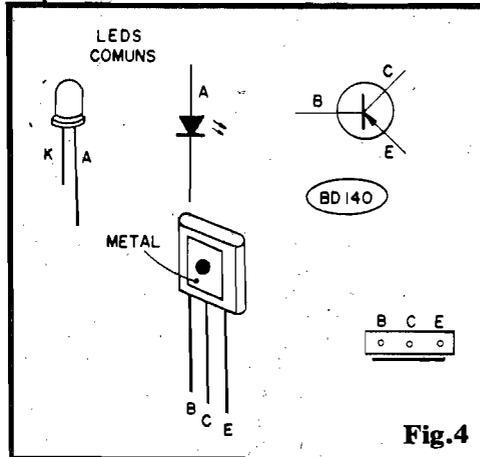

Fig.4
- FIG. 4 - COMPONENTES - Para que o Hobbysta iniciante não se "atrapalhe", a figura detalha aparência, símbolo e pinagem do transistor BD140 e dos LEDs comuns (do qual são usadas 30 unidades, na montagem básica do PILEP...). Outras importantes informações "visuais" sobre os componentes (inclusive sobre os resistores e a leitura dos seus valores pelos respectivos código de cores...) o Leitor encontrará no encarte permanente de APE, seção TABELÃO, sempre nas primeiras páginas da Revista...